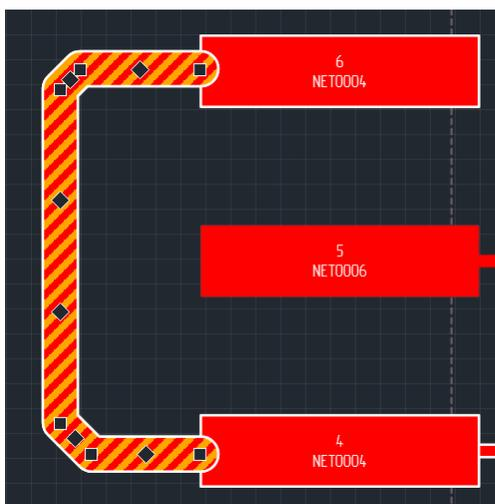

Рис. 252 Выбор трека целиком
3. Для выбора всего трека нажмите клавишу «Пробел» («Space»), см. Рис. 252.